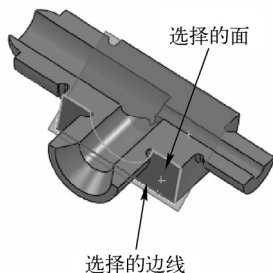

图 7-69 创建基准面 1
1) 创建基准面。单击“特征”控制面板“参考几何体”下拉列表中的（基准面）按钮，弹出“基准面”属性管理器。在图形区选择图 7-69 所示的长方体面和边线，单击（两面夹角）按钮，然后在右侧的文本框中输入“45”，单击（确定）按钮，创建通过所选长方体边线并与所选面成 45°角的参考基准面。